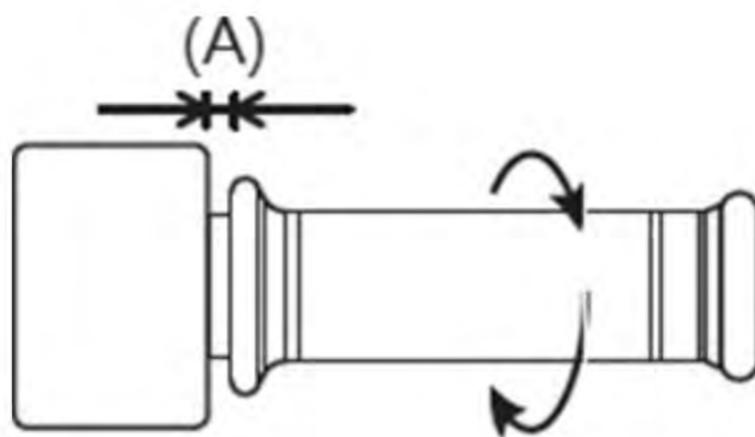

Fig. 5
Pour la poignée chauffante droite, côté accélérateur (Fig 5), il est impératif de laisser 2 à 3 millimètres entre la poignée chauffante et le commodo (A) afin que celle-ci tourne librement.